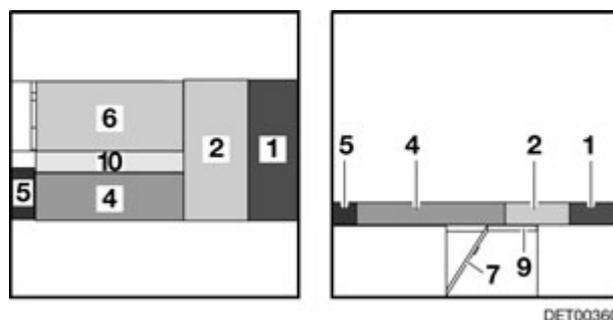

Fig. 106 Après la transformation
- Tirer le coussin d'assise (Fig. 106,6) vers l'avant sur la table.
- Rabattre le coussin de dossier (Fig. 106,4) et le tirer vers le centre.
- Placer le coussin supplémentaire (Fig. 106,10) entre le coussin de dossier et le coussin d'assise.
- Tirer le coussin d'assise (Fig. 106,2) vers le centre.
- Placer le coussin de dossier (Fig. 106,1) entre le coussin d'assise et la cloison.